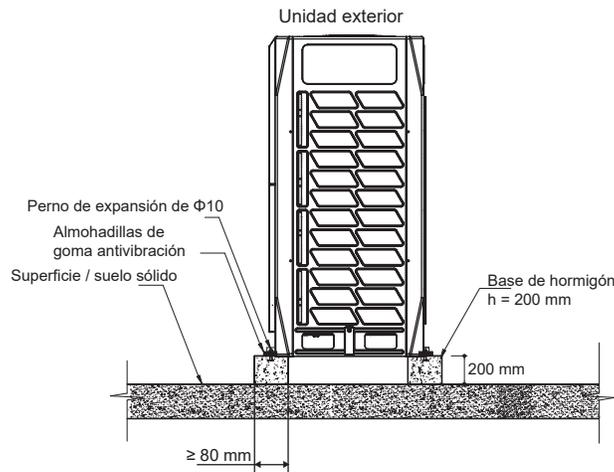

Figura 11
- Un diseño típico de base de hormigón se muestra en la Figura 11. Una especificación típica de hormigón es 1 parte de cemento, 2 partes de arena y 4 partes de piedra triturada con barra de refuerzo de acero de $\Phi 10$ mm. Los bordes de la base deben estar biselados.